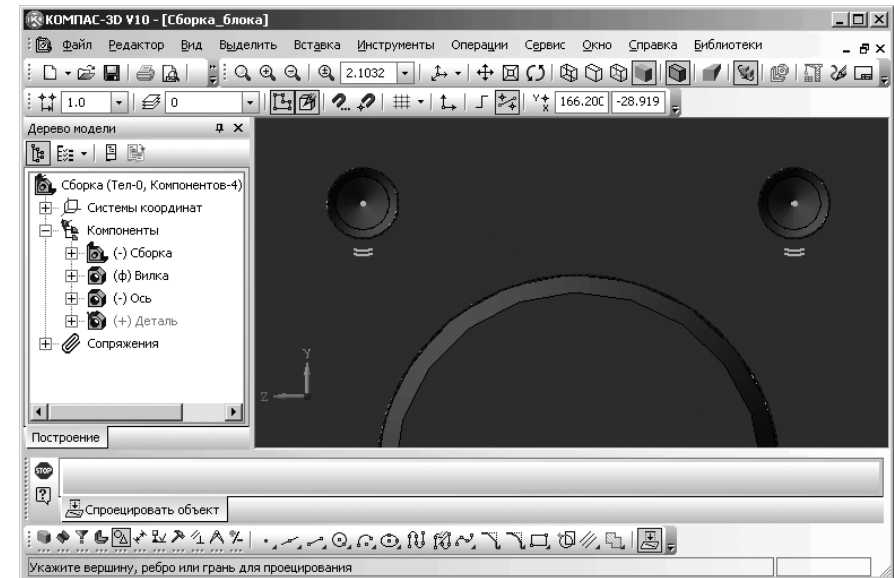

Рис. 6.81. Результат проецирования отверстий на выделенную плоскость
- переместите указатель мыши на правую внешнюю окружность отверстия под болт, а затем щелкните мышью для ее проецирования на выделенную плоскость. Это состояние построения детали в сборке показано на рис. 6.81;